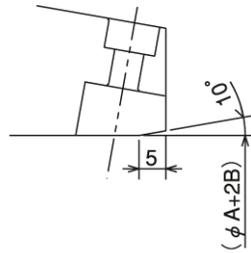

图 13
- ③ 安装面爪尖圆柱部 $\phi(A+2B)$ 的成型时，通过夹紧成型用插块后进行。（参见第 19 页）
- ④ 工件的倾角 α 为 5 度以下时，采用单纯的圆柱面； α 超过 5 度时，为防止与工件发生冲突，卡爪的前侧设置如图 13 所示的锥度。